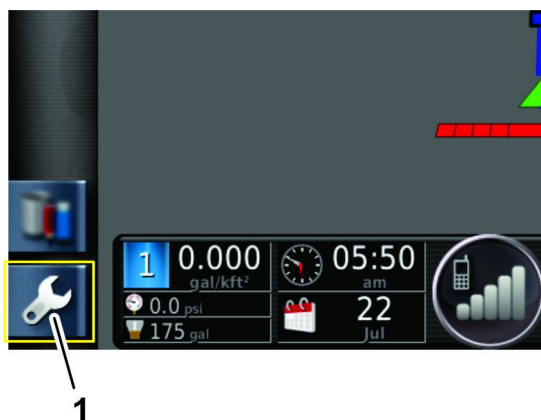

Bild 246
3. Tippen Sie auf das SETUP-Symbol auf dem Hauptbildschirm (Bild 246).